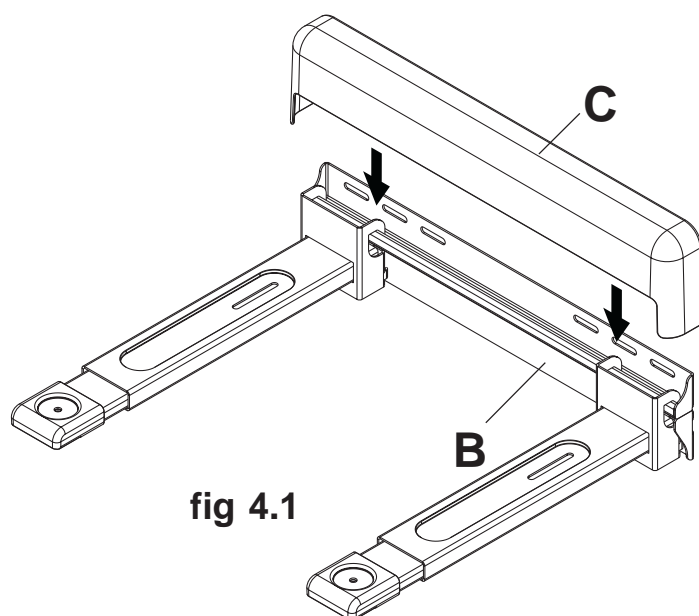

fig 4.1
- 4** Fixez le couvercle de plaque murale (C) à la plaque murale (B) comme illustré à la figure 4.1. Les pattes à l'arrière du couvercle (C) sont insérées dans les encoches situées à l'arrière de la plaque murale (B) comme illustré à la figure 4.2.